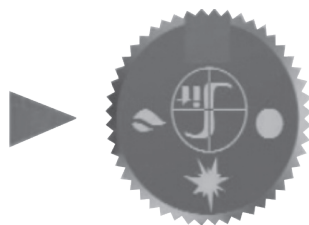

Рисунок 15
7. Слегка нажмите ручку управления и поверните ее в положение «Включено» (Рисунок 15). Клапан достигает максимального открытия в течении 10 сек.